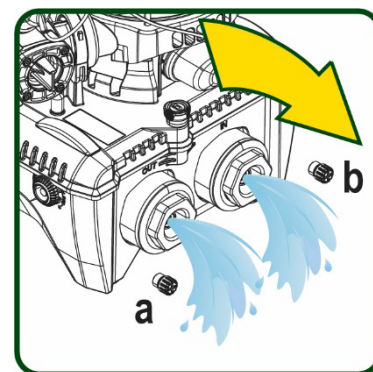

Abbildung 20
5. Entfernen Sie die beiden Abflusstöpfe am Dock und lassen Sie das Wasser im Inneren (etwa 11 Liter) aus beiden ablaufen; Abb.20.